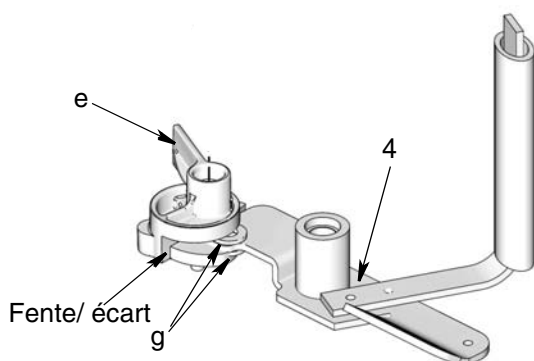

FIG. 10
- c. Pour assembler correctement le levier de bas niveau (e) au levier de commande (4), glisser le levier de commande et les rondelles dans la fente/l'écart (FIG. 10).